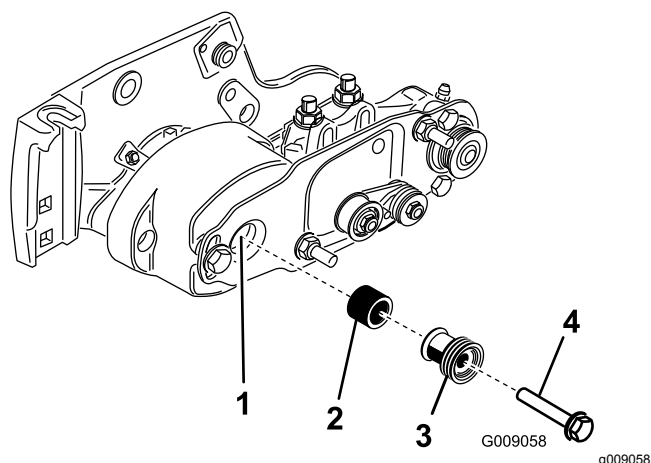

Figure 15
19. Insérez l'entretoise sur l'arbre du logement de roulement (Figure 15).
20. Insérez la poulie d'entraînement dans l'entretoise et sur l'arbre d'entraînement (Figure 15). Assurez-vous que les languettes de la poulie sont placées dans la fente de l'arbre d'entraînement.
21. Fixez la poulie et l'entretoise à l'arbre d'entraînement au moyen d'un boulon à embase ( $\frac{3}{8}$ " x 2") (Figure 15).